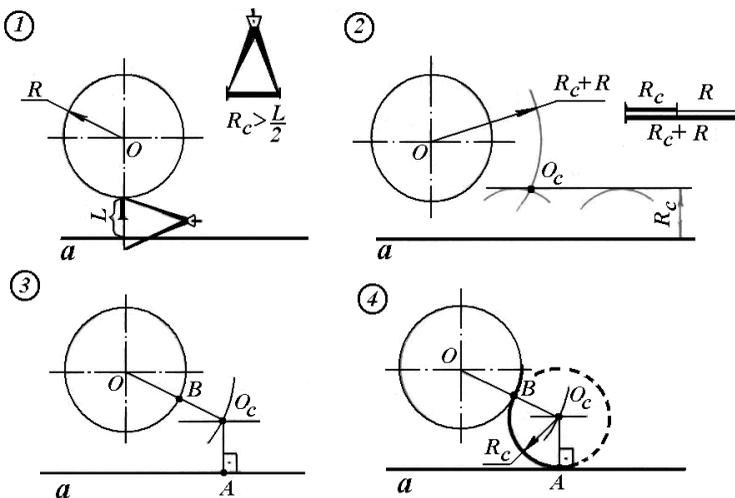

Рис. 50.
1) Даны окружность радиусом R и прямая a (рис.50). Радиус сопряжения выбираем из условия $R_c \geq \frac{L}{2}$, где L минимальное расстояние между прямой и окружностью.